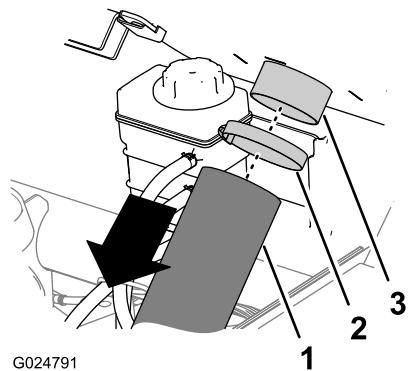

図 10
1. CVT 冷却ダクトをCVT インテークのフランジに固定しているホースクランプ助手席側のROPSパネルの裏側を外す 図 10。
2. CVTインテークのフランジから、CVT冷却ダクトを取り外す 図 10。